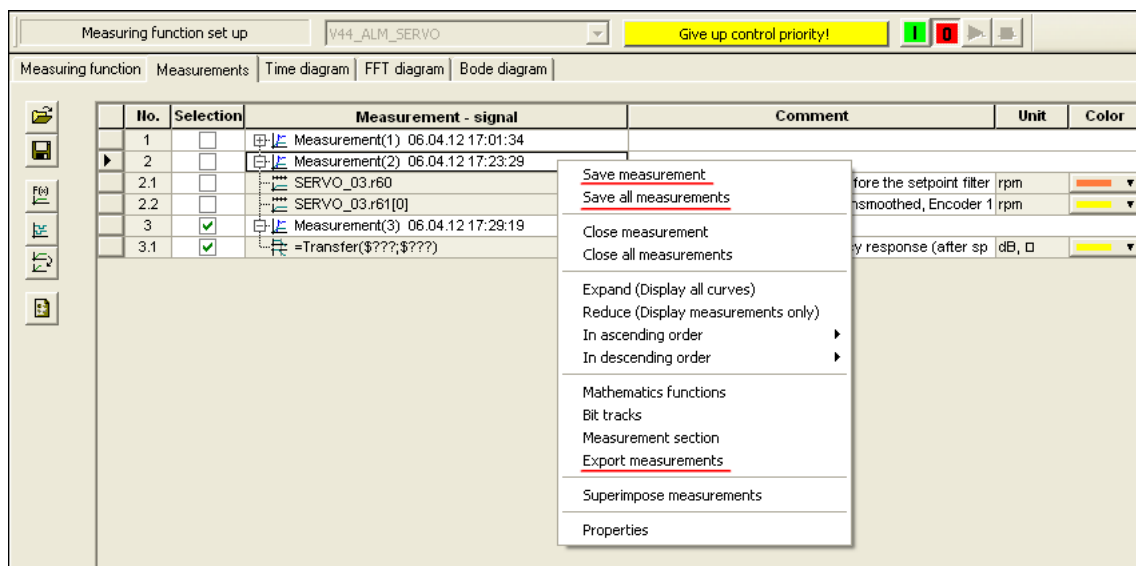

图 2 保存或导出 Trace 图形和波特图
2. 右键点击每一条记录，可以选择“Save measurement”来保存该记录，也可以选择“Save all measurements”来保存所有的记录，保存的.trc 文件可以在其他的项目中打开。另外，选择“Export measurements”可以导出所有记录，保存为.CSV、.xls 等格式的文件，如图 2 所示。